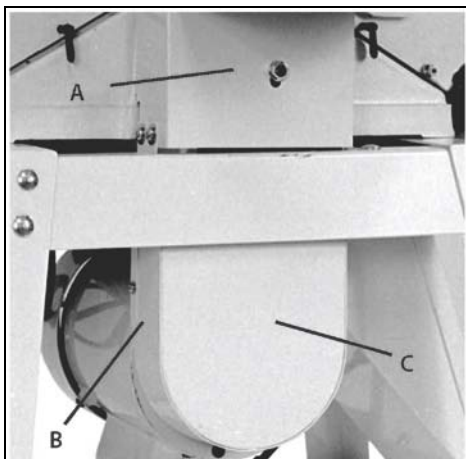

Рис. 6
5. Прикрепите верхнюю защиту ремня (А, рис. 6) к фуганку и закрутите гайку с шайбой.
6. Установите нижний защитный кожух ремня (В, рис. 6) со стороны шкива на моторе.
7. Прикрепите нижний защитный кожух ремня (С, Рис. 6) к верхнему основанию подставки четырьмя винтами с гайками 5/32" x 1/4" .
8. Прикрепите между собой верхнюю и нижнюю части защитного кожуха ремня четырьмя 1/4" x 3/8" винтами с четырьмя 1/4" плоскими шайбами. См. рис. 6.